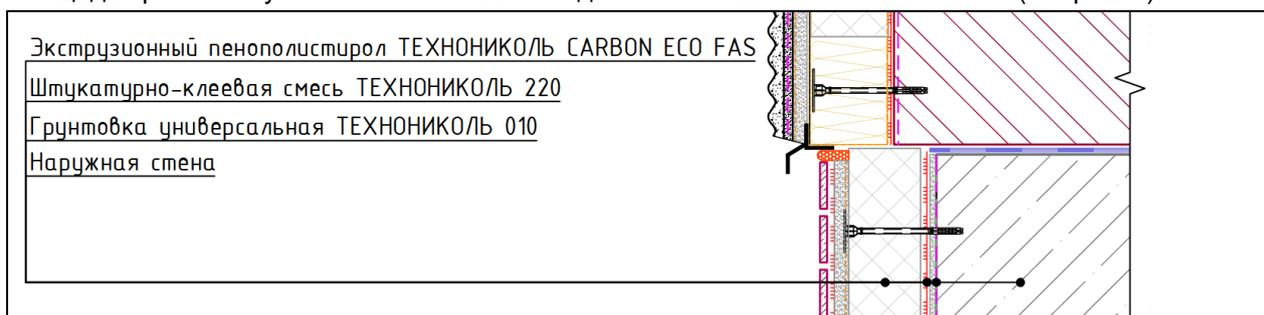

Рисунок 1 – Узел крепления верхней части экструзионного пенополистирола ТЕХНОНИКОЛЬ CARBON ECO FAS на основание
7. Клеевой слой из цементного раствора наносится сплошным или контурно-маячковым способом. Площадь приклейки утеплителя к основанию должна составлять не менее 65 % (см. рис. 1).